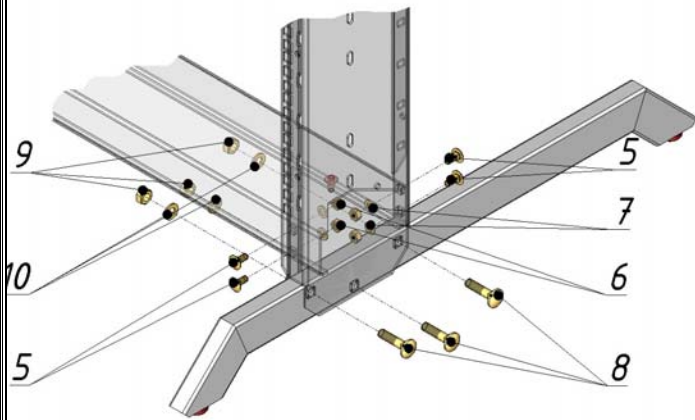

Рисунок 3. Сборка нижнего узла стойки
5.1 Вставьте внутрь вертикальных профилей (1) горизонтальные (2) так, чтобы плоскость последних была ориентирована внутрь рамы и зафиксируйте каждый угол на 4 болта М6 (5) гайками М6 (6), шайбами 6 (7) (см. рис.3, 4). Ориентация вертикальных профилей (1) определяется по наличию в нижней части 3-х отверстий для крепления опор напольных (3).
5.3 Соориентируйте напольные опоры (3) так, чтобы отверстия меньшего диаметра располагались вовнутрь и прикрепите к вертикальным профилям (1), каждую опору на на 3 болта М8 x 35 (квадратный подголовник) (8) гайками М8 (9) и шайбами 8 (10) и затяните гайки (см. рис.3).